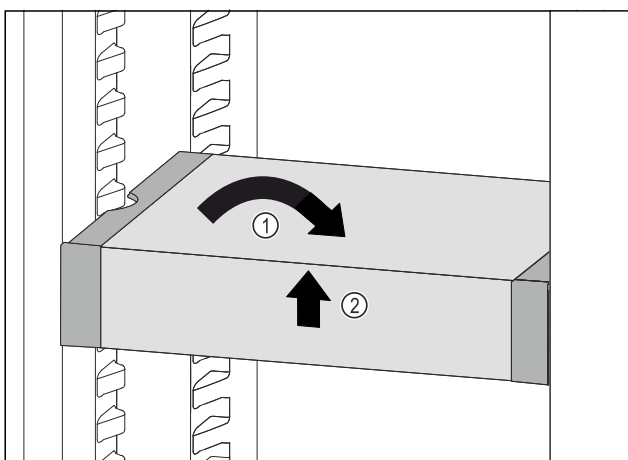

Fig. 108
- ▶ Вирівняти VarioSafe. Fig. 108 (1)
- ▶ Підняти VarioSafe спереду. Fig. 108 (2)